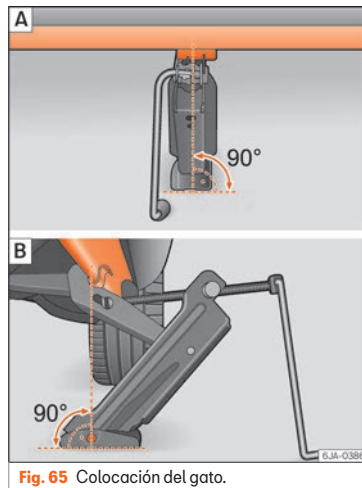

Fig. 65 Colocación del gato.
• Gire el gato*, situado bajo el punto de apoyo del larguero, para elevarlo hasta que la pestaña quede situada bajo el alojamiento previsto »» fig. 65 [A].
• Alinee el gato* de modo que la pestaña "agarre" en el alojamiento previsto del larguero y la placa base móvil quede apoyada en el suelo »» fig. 65 [B]. La placa base debe caer en la vertical respecto al punto de apoyo.